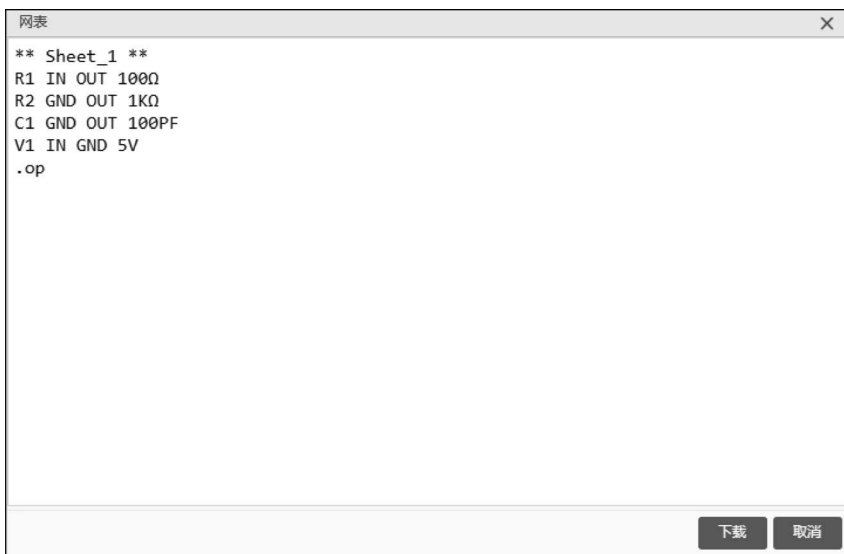

图 3-7 “网表”窗口显示当前网表文件
- (2) 单击“下载网络表”按钮,弹出如图 3-7 所示的“网表”窗口,“网表”窗口中显示当前仿真电路的 Spice 仿真网表文件,单击“下载”按钮可以下载网表文件。
- (3) 保存原理图文件和工程,并退出该设计工程。